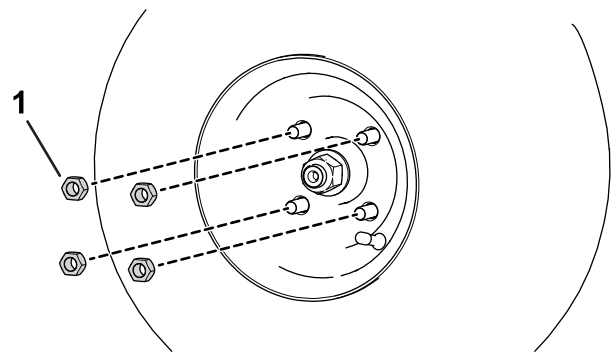

Figura 1
1. Desaperte e retire as porcas das rodas (Figura 1).